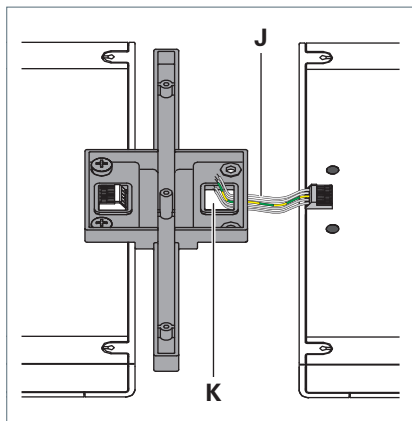

Fig. 14: Poser le câble.
- Faites passer le câble **J** du luminaire à relier en chaîne par le bas à travers l'évidement **K** sur l'élément de liaison du dernier luminaire monté, voir Fig. 14